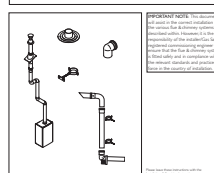

Fig. 16a
8.6 Flue Accessories (Fig. 16a)